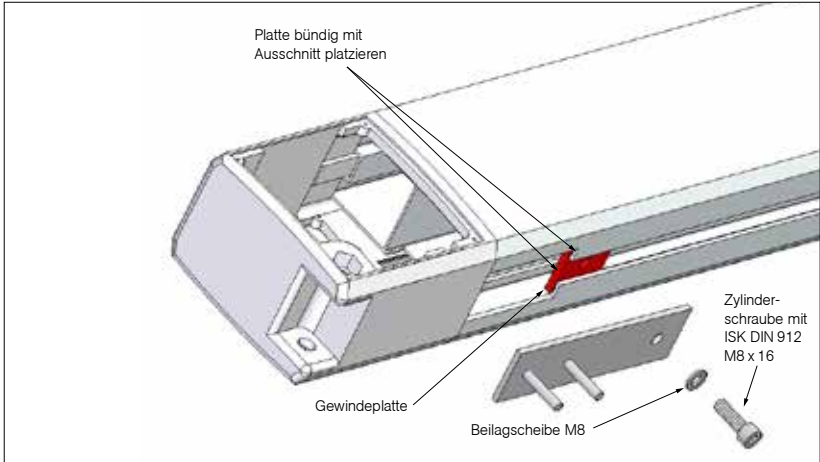

Abb. 35
- » Für die Montage des letzten großen Querprofils Öffnung in dem Führungsprofil wieder verschließen und das letzte große Querprofil daran befestigen (Abb. 35, 35.1)